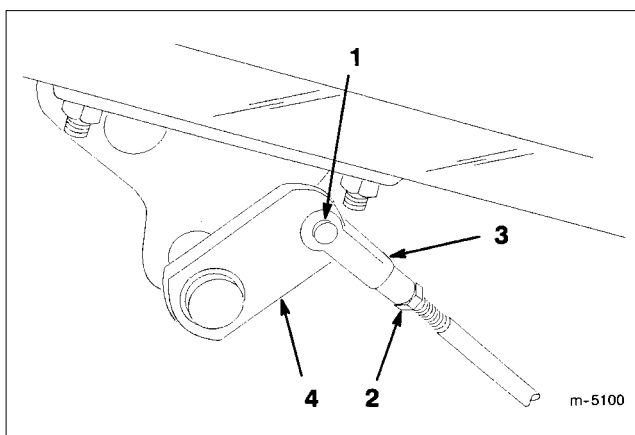

図 42
2. ブレーキが片効きであれば、コッターピンとクレビスピンを外して、ブレーキロッドを外す（図42）。
3. ジャムナットをゆるめてクレビスを調整する（図42）。
4. クレビスをブレーキシャフトに取り付ける（図42）。